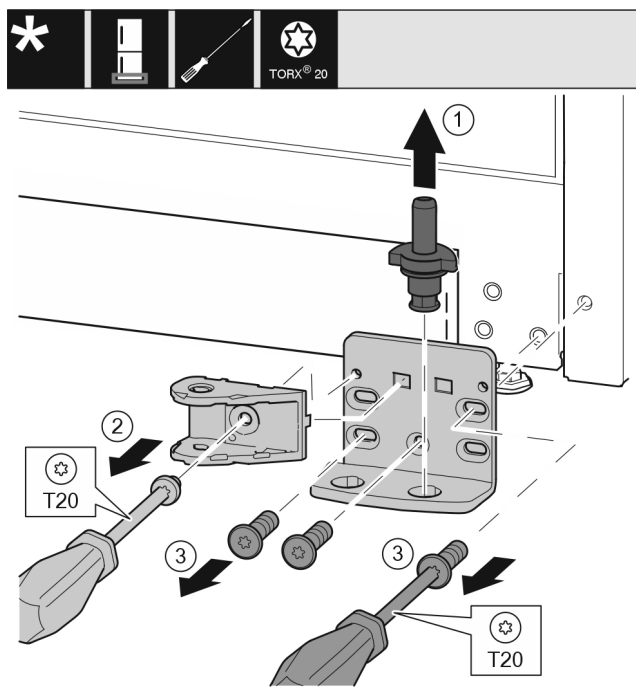

Fig. 30
- Ložiskový čep Fig. 30 (1) celý vytáhněte nahoru.
- Šroubovákem vyšroubujte šrouby Fig. 30 (2) a sejměte spojení tlumiče zavírání.
- Šroubovákem vyšroubujte šrouby Fig. 30 (3) a sejměte stojan ložiska.